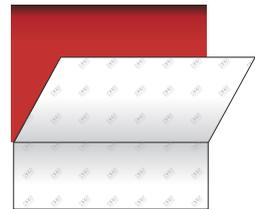

FIG 05
- › Quite entonces la bisagra para continuar retirando el protector, en función de las superficies encontradas (véanse los siguientes subapartados). (FIG. 05)